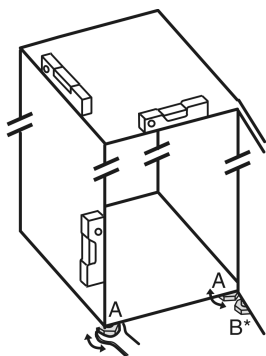

Fig. 4
- Az állítható lábakat Fig. 4 (A) a mellékelt villáskulccsal és egy vízmérce segítségével csavarja ki addig, amíg a készülék szilárdan és egyenesen be nincs igazítva.
- A csapágybak állítható lábát Fig. 4 (B) a mellékelt villáskulccsal csavarja ki úgy, hogy a padlón feküdjön.
- Az állítható lábat Fig. 4 (B) forgassa tovább 90°-kal.